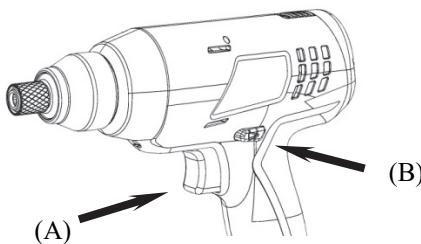

Fig. 3
Pour sélectionner le sens de rotation vers l'avant, RELÂCHER LE COMMUTATEUR (A) (voir Fig.3) et pousser le levier avant/arrière (B) (voir Fig.3) vers le côté gauche de l'outil. ◀
Pour sélectionner le sens de rotation inverse, RELÂCHER LE COMMUTATEUR (A) (voir Fig.3) et pousser le levier avant/arrière (B) (voir Fig.3) vers le côté droit de l'outil. ►